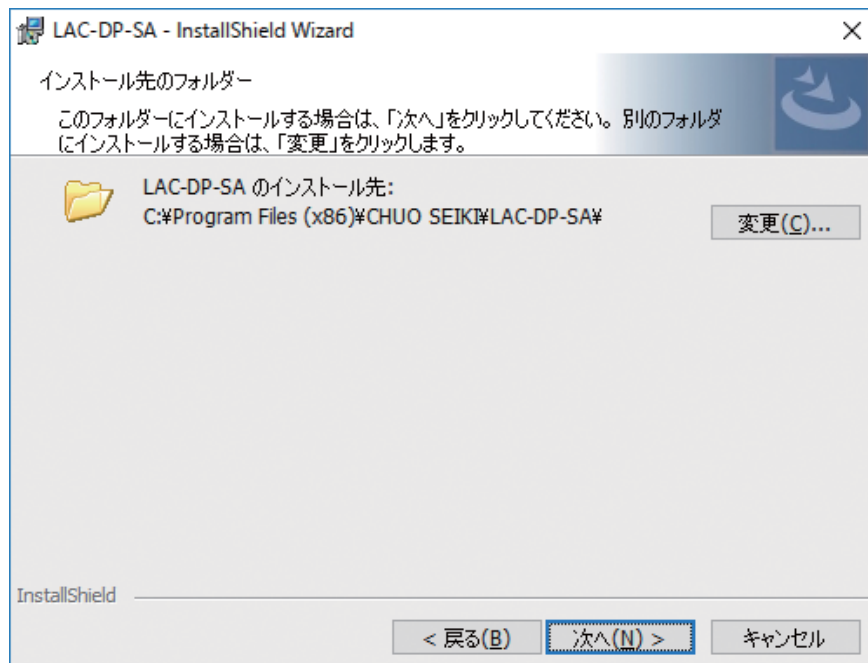

図4-1-3
- ・ 使用許諾契約に同意されましたら[使用許諾契約の条項に同意します(A)]を選択し、[次へ(N)]をクリックしてください。図4-1-3が表示されます。
インストール先を指定するウィンドウ(図4-1-3)が表示されます。
- ・ フォルダが決定しましたら、[OK]をクリックしてください。図4-1-3に戻り、インストール先のフォルダが選択されたフォルダになっていることを確認してください。
- ・ [戻る(B)]をクリックした場合、図4-1-3に戻ります。